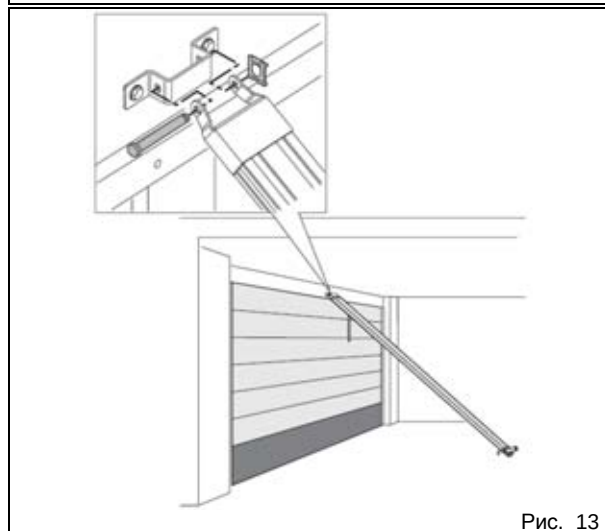

Рис. 13
- 7) Приподняв привод, передний конец крепят к кронштейну при помощи штифта с зажимной шайбой (рис. 13).